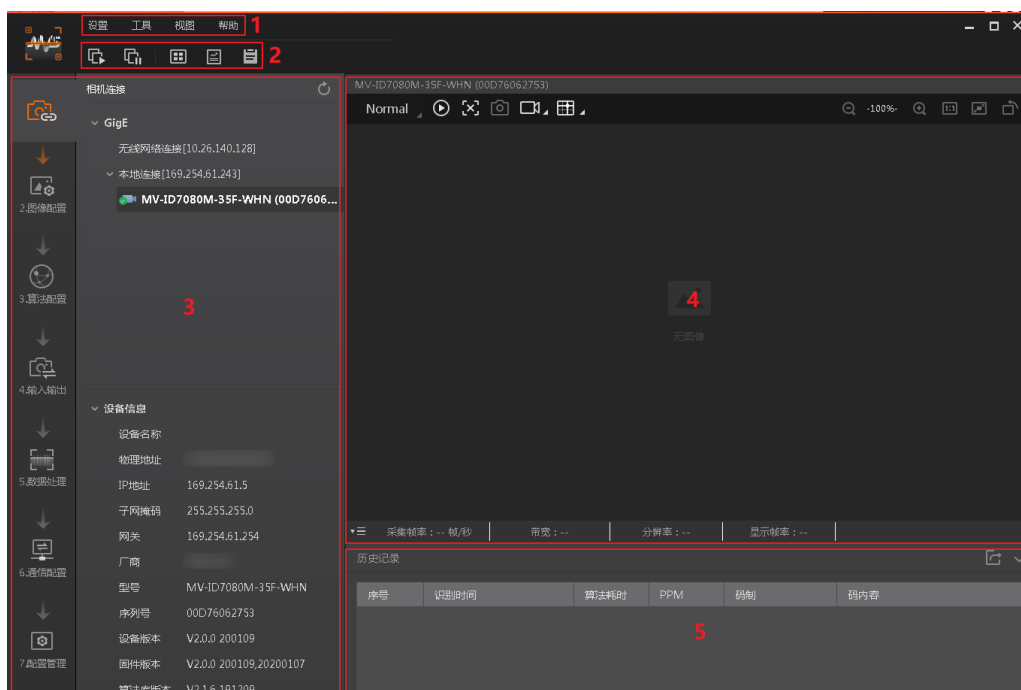

图2-6 IDMVS 主界面
2. 连接读码器后客户端主界面如图 2-6 所示，各功能模块的说明如表 2-1 所示。